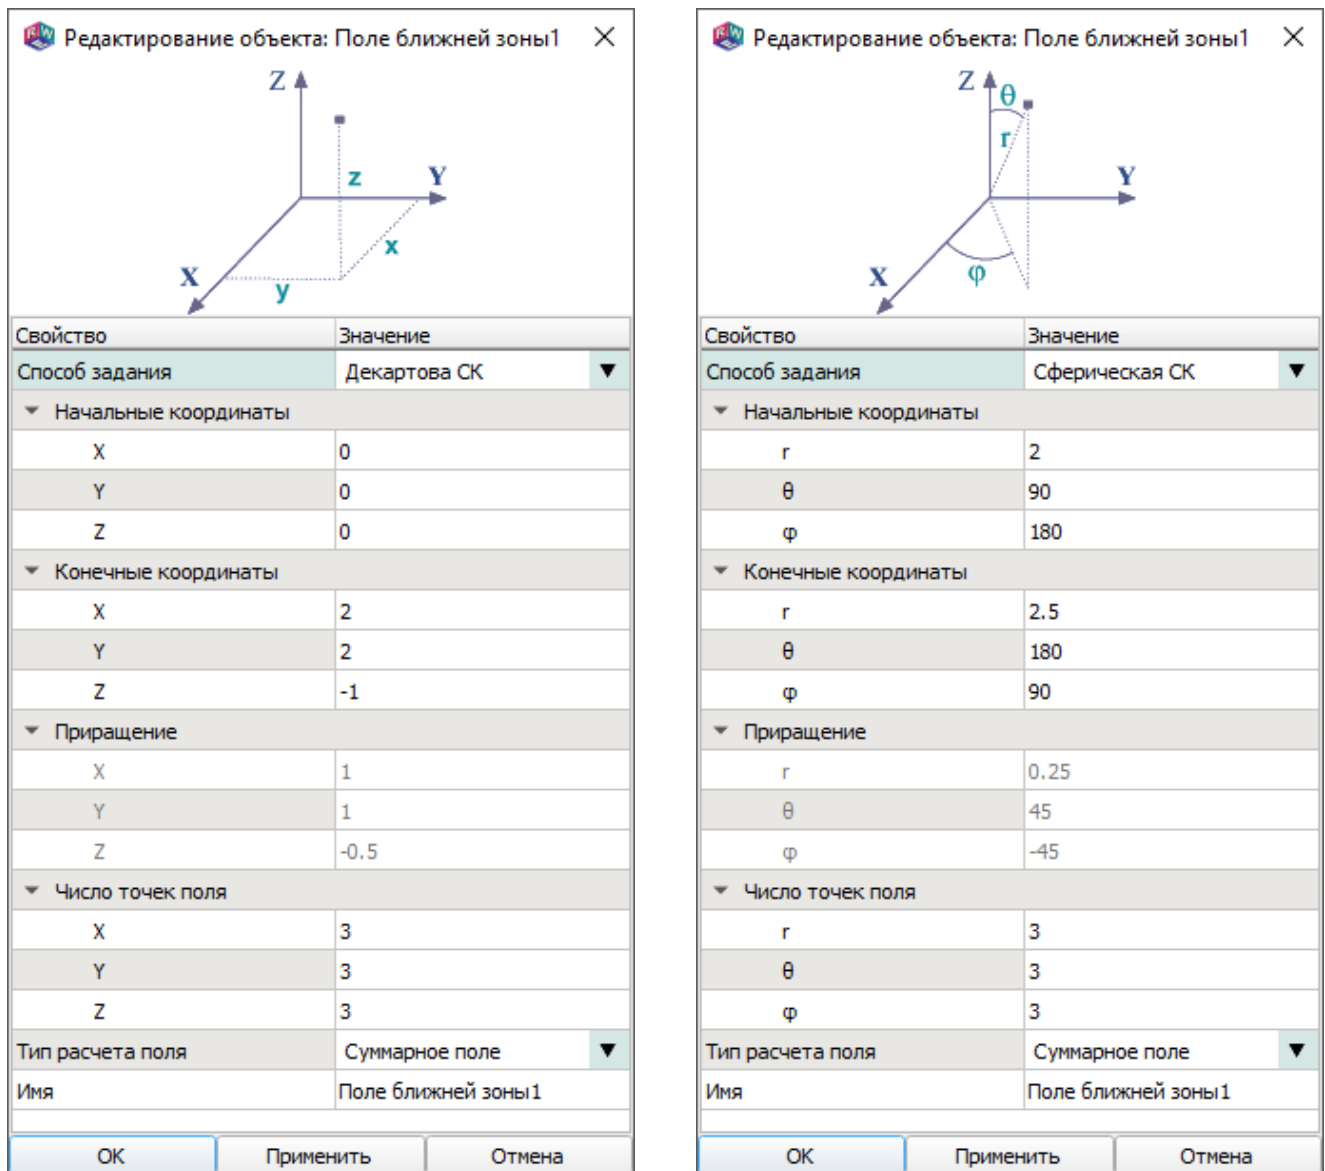

Рис. 181
16.20.2. Окно «Редактирование объекта: поле ближней зоны» показано на рис. 181.